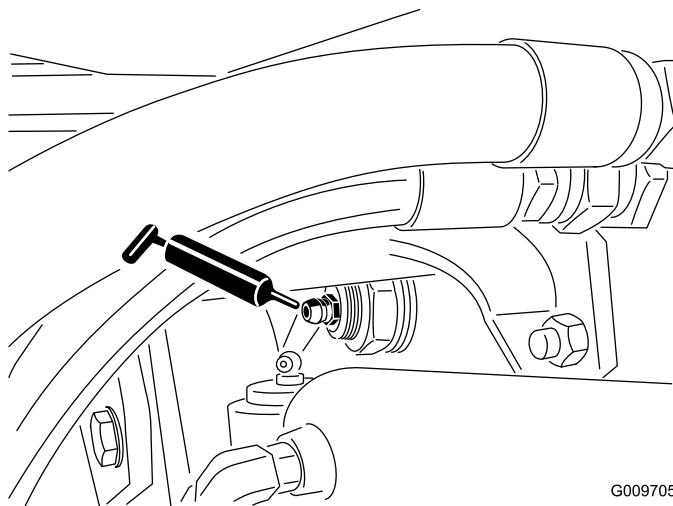

図 48
- ・ 後アクスルピボットのブッシュ (2ヶ所) (図 48)